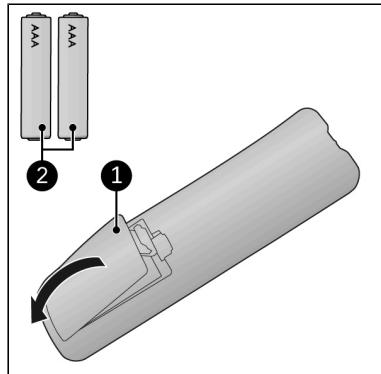

Figure 58.
1. Retirer le couvercle de la batterie (Figure 58, pos. 1).
2. Insérez deux piles (AAA 1.5 V) (Figure 58, pos. 2) comme indiqué dans le compartiment. Veillez à insérer les piles correctement.